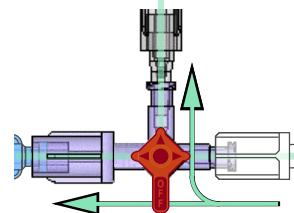

Figura 5: Iniezione del mezzo di contrasto (risparmi ON)
- a. Per risparmiare mezzo di contrasto durante l'iniezione, orientare il rubinetto del sistema DyeVert Power XT portandolo su ON sia sul *rubinetto per la selezione delle valvole* sia sul catetere (vedere la Figura 5).